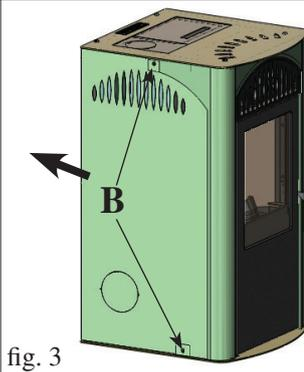

fig. 3
- Togliere le due viti dal fianco metallico e sfilarlo (B - fig. 3).